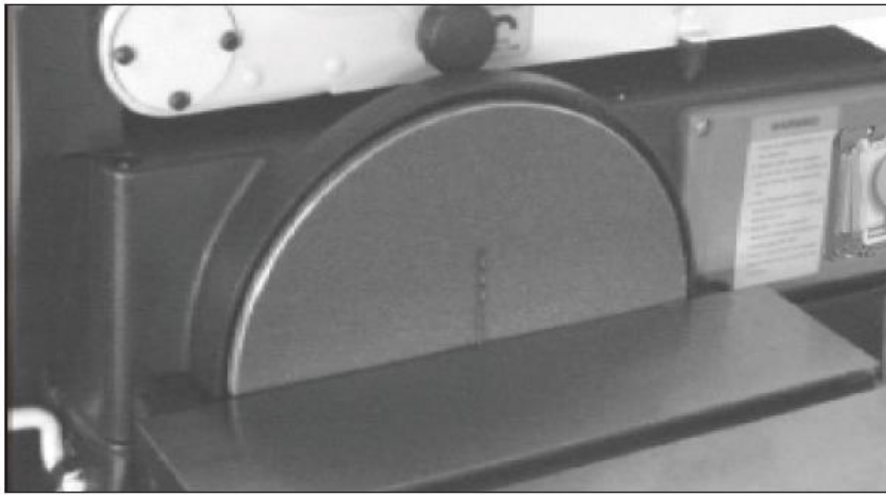

Рис. 6
8. Используйте сверло диаметром 1,6 мм [1/16 дюйма] в качестве распорки. Поместите сверло между диском и передним краем стола. Прижмите стол к сверлу диаметром 1,6 мм [1/16 дюйма] и затяните четыре шестигранные гайки М6. (См. рис. 6)